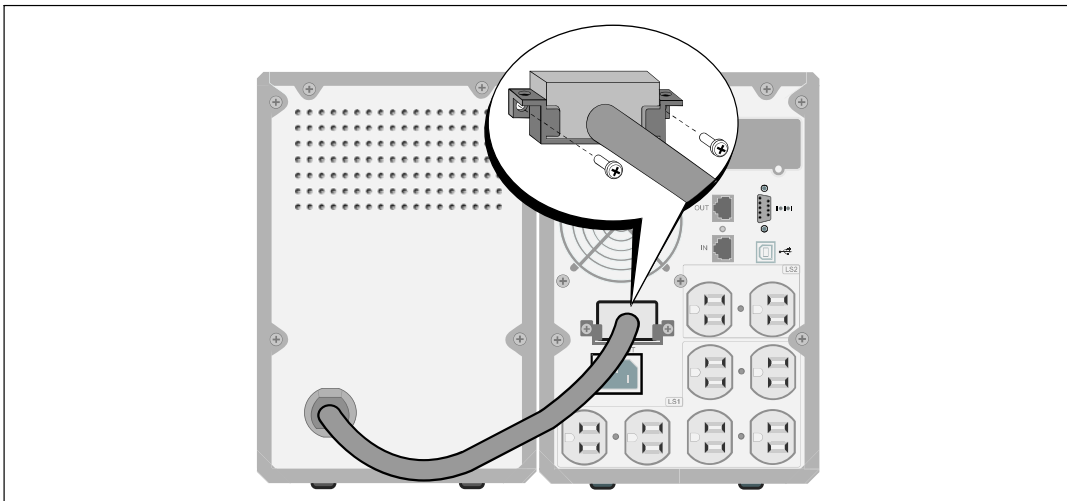

Abbildung 15. EBM-Installation nur für Tower USV-Gerätetypen 1000 W und 1920/1500 W.
- 3 Stecken Sie das EBM-Kabel in den USV-Batterieanschluss (siehe Abbildung 15).